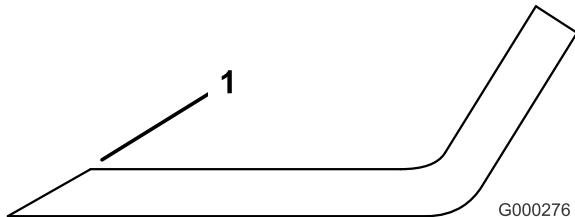

Figura 79
1. Utilice una lima para afilar el filo de corte en ambos extremos de la cuchilla (Figura 79).